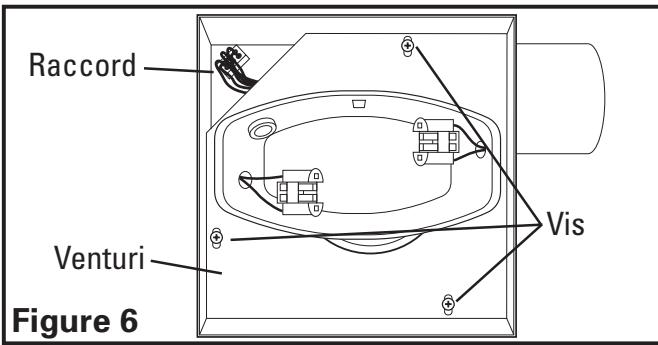
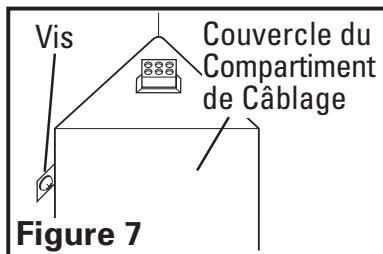

Figure 6
Figure 7
- 1b. **Compartiment de Câblage Intérieur:** enlever les trois vis retenant en place l'assemblage de la soufflante et soulever pour sortir l'assemblage hors du châssis (**Figure 6**). Enlever la vis du couvercle du compartiment à câblage et mettre ce couvercle dans un endroit fiable (**Figure 7**).